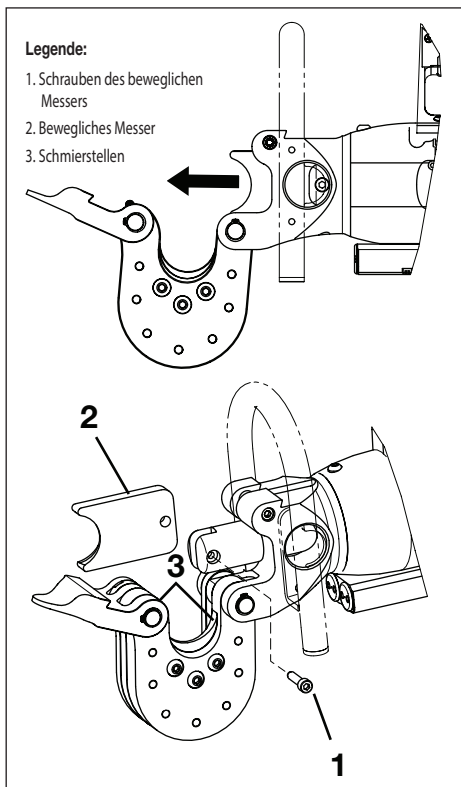

Abbildung 13, Austausch des beweglichen Messers
Der Austausch des beweglichen Messers ist in den folgenden Schritten durchzuführen. Siehe Abbildung 13, Elemente 1, 2 und 3.
5. Lösen und entfernen Sie die Schrauben des beweglichen Messers (Abbildung 13, Element 1).
6. Entfernen Sie das verschlissene bewegliche Messer (Abbildung 13, Element 2).
7. Bringen Sie das neue bewegliche Messer (Abbildung 13, Element 2) am Kolben an.
8. Bringen Sie die neue Schraube des feststehenden Messers an (Abbildung 13, Element 1). Drehmoment 25 Nm [18 ft-lb]. Tragen Sie Loctite 243 (oder gleichwertig) auf.
9. Schmieren Sie die Gleitnut und die Werkzeugführung im Schneidkopf (Abbildung 13, Element 3) mit NLGI Klasse 2, Lithium-Hochdruckfett.